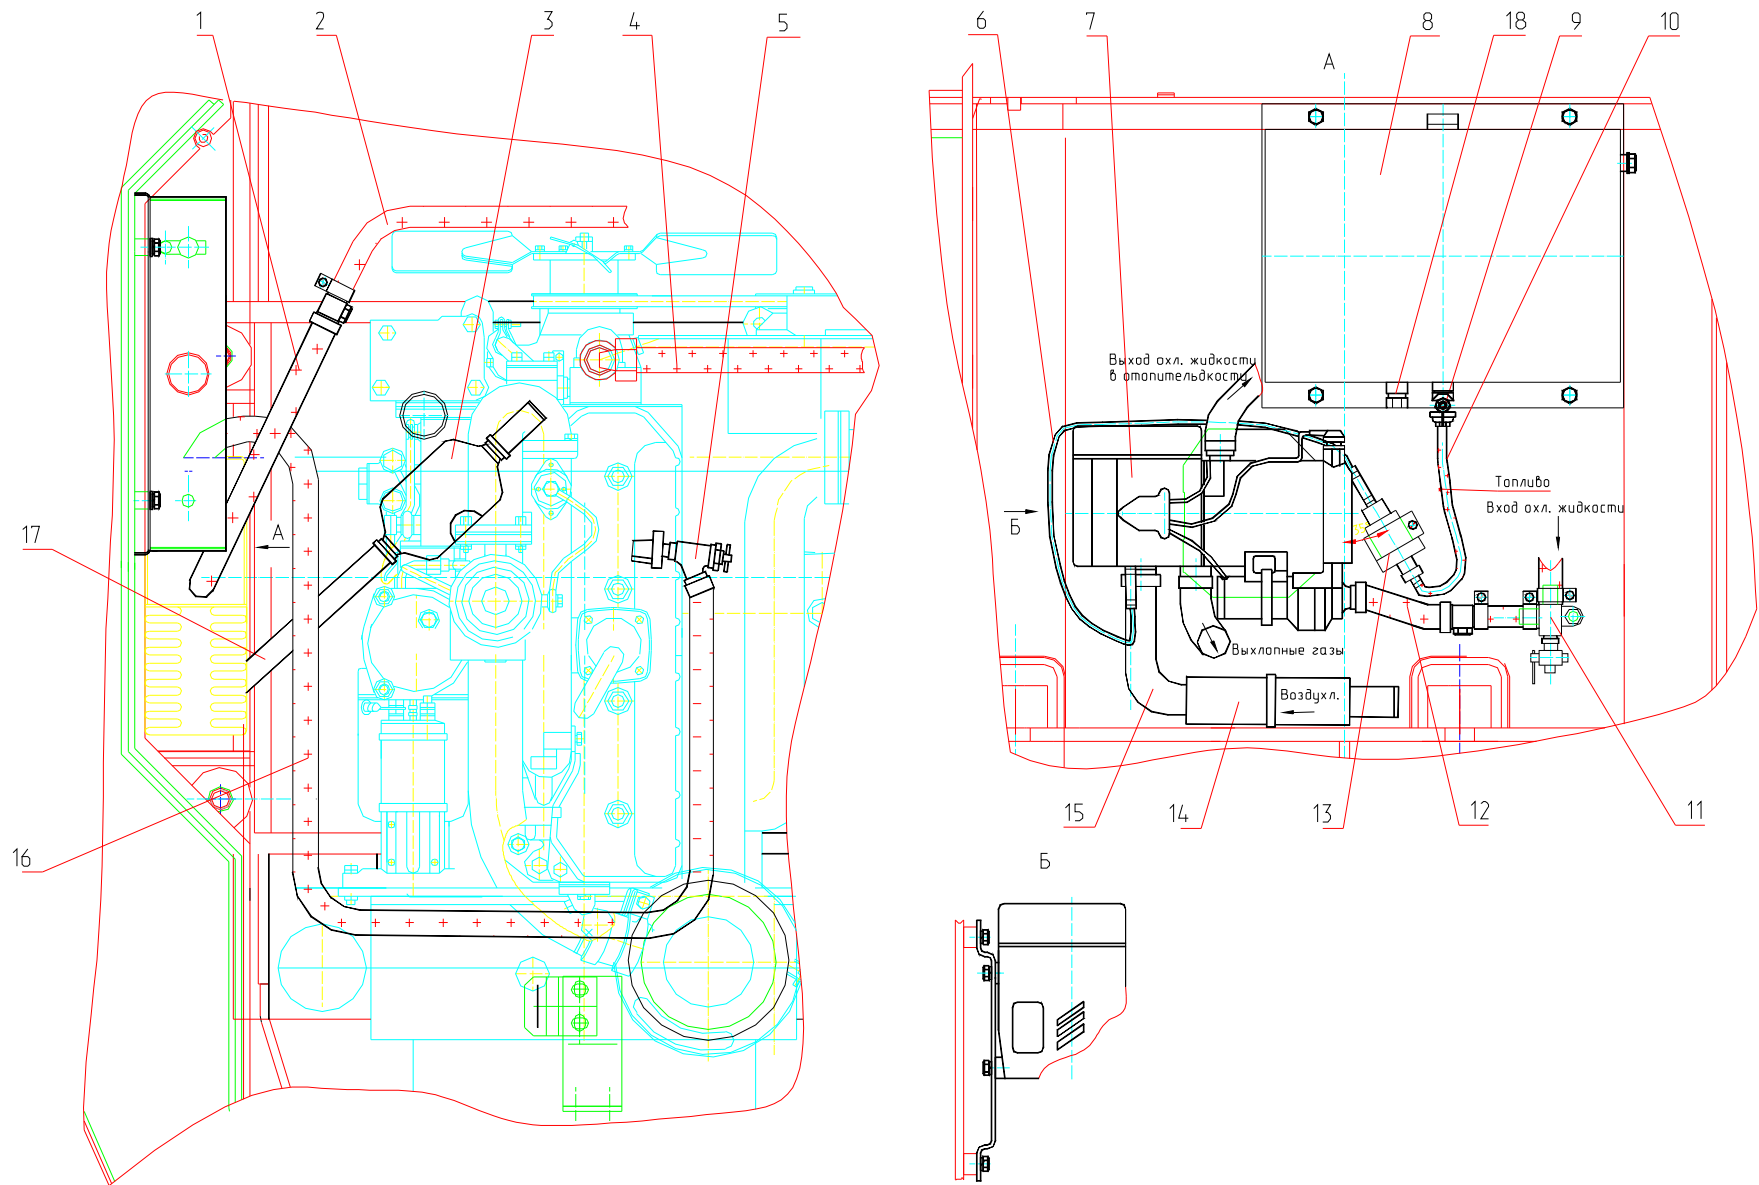

Рис. 30 Установка предпускового подогрева двигателя и отопления кабины
2.3. УСТАНОВКА ПРЕДПУСКОВОГО ПОДОГРЕВА ДВИГАТЕЛЯ И ОТОПЛЕНИЯ КАБИНЫ (рис.30)